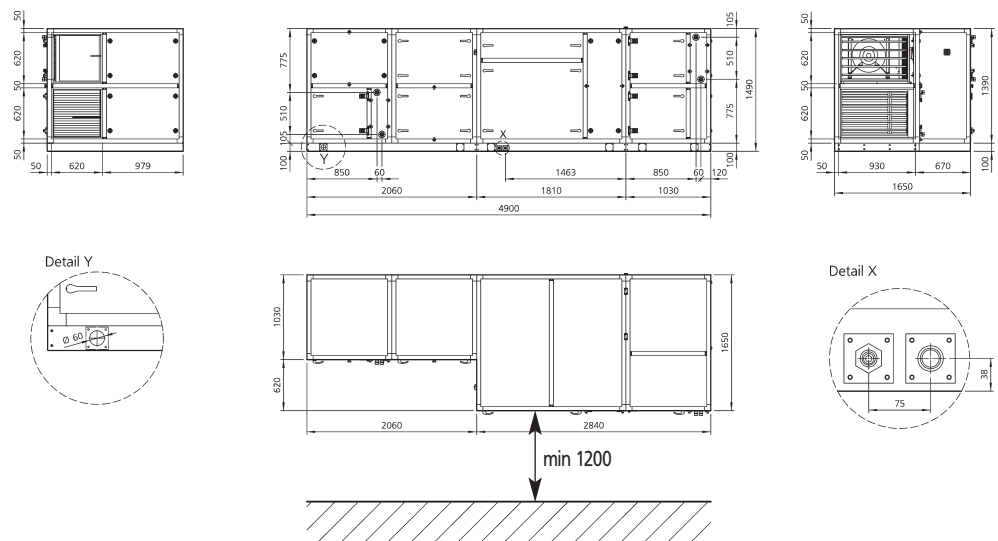

Abb. 2-3: KLIMANAUT 30 Innenaufstellung ohne Schalldämpfer
- Beachten Sie bei der Montage des Geräts die Mindestabstände für Wartung und Revision, wie in Abb. 2-3 bis 2-6 auf S. 14 u. 15 dargestellt.